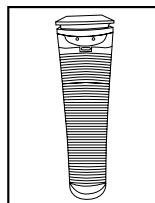

Fig. 4
4. Coloque las guías que se encuentran de cada lado de la parte inferior de la rejilla en la base de la unidad. Empuje suavemente hacia atrás hasta que escuche un clic que indica que la rejilla se encuentra bien firme. Fig. 4